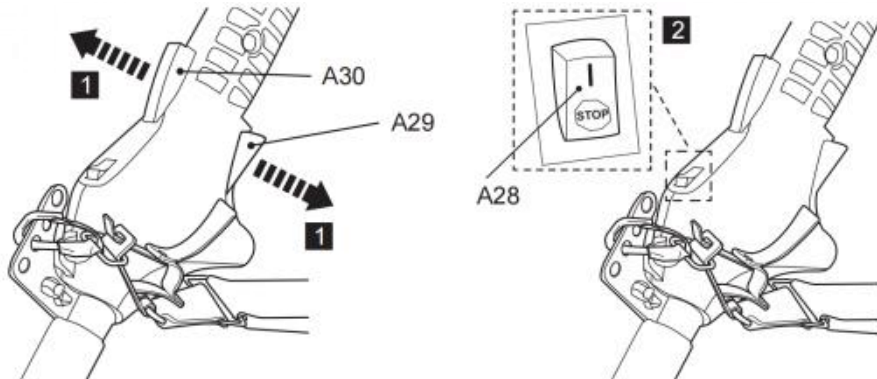

Fig. 42
2. Stellen Sie den Zündschalter (A28) auf die Position „STOP“ (Abb. 42).